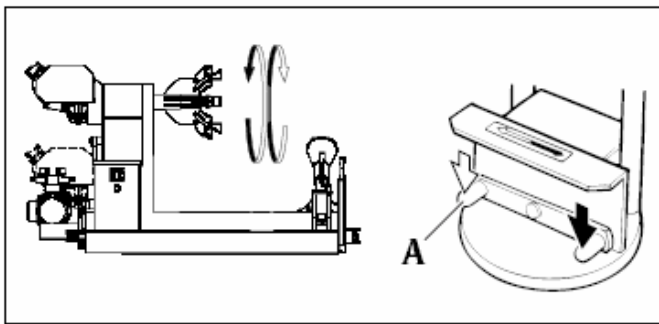

Рис.5
- Укрепите колесо на зажиме, затянув его вручную (Рис.5).